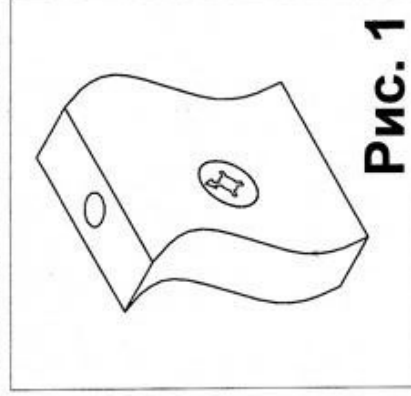

Рис. 1
1. Прикрутить к деталям 3 и 4 направляющие (7) в отверстия диаметром 5 мм, при помощи евроинтов (8), для чего совместить первое отверстие на деталях диаметром 5мм со вторым отверстием на направляющих (7). Вставить стяжки-растекс (19) в отверстия диаметром 15 мм (см. рис.1) на деталях 3 и 5. Забить шканты (1) в торцевые отверстия диаметром 8мм на деталях 3, 4, 5 и соединить эти детали с полкой 6. Фиксацию произвести при помощи евроинтов (6). Установить стенку заднюю 11 и присоединить ее к боковинам 3 и 5 и полке нижней 6 евроинтами (6). К полке 6 прикрутить опоры 14 при помощи саморезов (16).
2. Прибить подпятники (20) гвоздями к нижним торцам деталей 1 и 2. Соединить эти детали между собой при помощи евроинтов (6).
3. Забить шканты (1) в торцевые отверстия диаметром 8мм расположенные на деталях 9 и 10. Прикрутить к деталям 9 и 10 крепежные планки толкателей (17). Толкатели (17) имеют регулировку магнитной части (вывинчиваются и завинчиваются), которую можно использовать для регулировки фиксации ящика.
Взять стенку заднюю выдвжного ящика и забить в соответствующие отверстия шканты (1). Соединить боковины ящика с задней стенкой. Фиксацию производить при помощи евровинтов (2). Далее положить каркас ящика на заднюю стенку и забить шканты (1) в соответствующие торцевые отверстия на боковинах ящика, и вставить стяжки растрекс (3) (см.рис.1). После этого вставить дно ящика в пазы на каркасе ящика, таким образом, чтобы дно ящика вошло в паз на стенке задней ящика. Далее закрутить в переднюю панель ящика в имеющиеся муфты дюбеля стяжек-растрекс (4).Соединить переднюю панель ящика с каркасом . Фиксацию стяжек-растрекс(3) произвести путем поворота стяжки (3) по часовой стрелке. После этого положить ящик дном вверх и пркрутить ответные планки направляющих (7) к боковинам ящика при помощи саморезов (5).